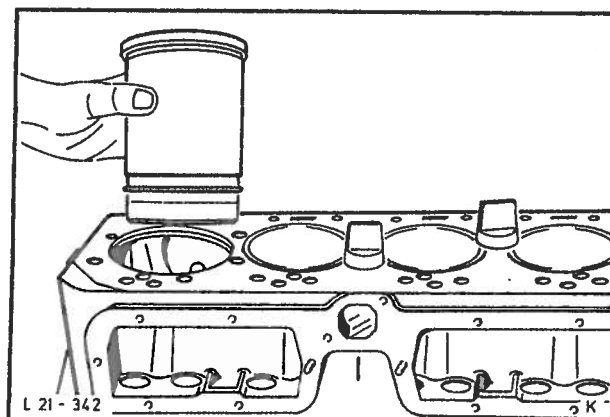

Fig. 91 Innsetting av foring i motorblokk.
5. Monter foringen med en ny tetningsring av gummi, sett den inn i motorblokken og fest den med spennskruen 21-088, fig. 91.